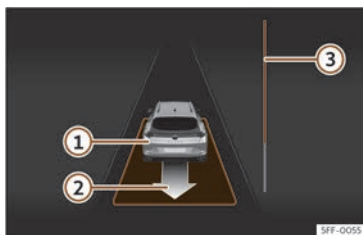

Fig. 196 A la pantalla del quadre d'instruments: sortir de l'aparcament d'un forat en línia.
- Retrocediu fins que soni el senyal continu del ParkPilot; **O BÉ:** feu marxa enrere fins que a la pantalla del quadre d'instruments aparegui la indicació de fer marxa endavant. La barra de progrés **>>> fig. 196 ③** indica la distància que cal recórrer» pàg. 294.